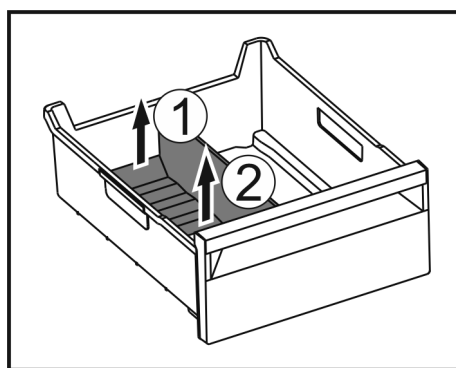

Fig. 183
- Løft opp baksiden av isrom-deleren. Fig. 183 (1)
- Ta ut isrom-deleren oppover. Fig. 183 (2)